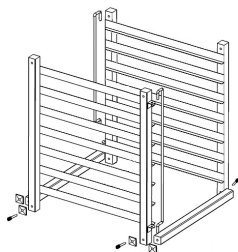

Fig. 1
2. Montare le 2 stecche trasversali in basso, accanto agli elementi laterali del carrello di trasporto. Inserire le rondelle quadrate tra le stecche trasversali e gli elementi laterali del carrello nonché tra gli elementi laterali del carrello e le viti. Successivamente serrare le viti con la chiave a brugola fornita (**Fig. 1**).